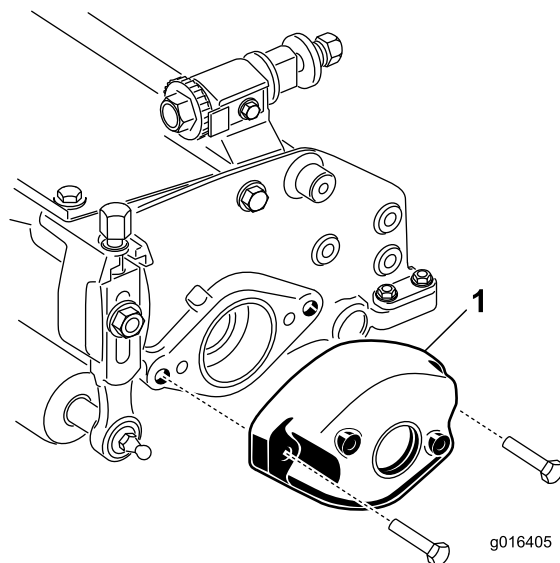

Figura 3
2. Retire el contrapeso (Figura 3).